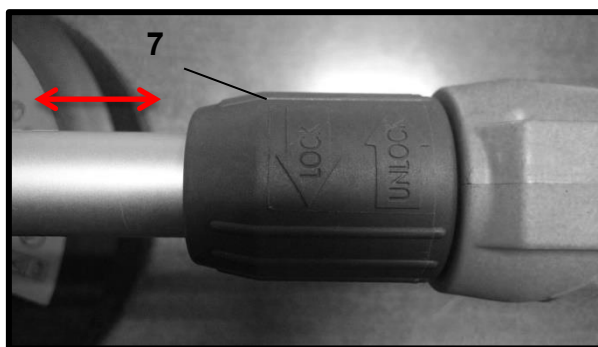

Рис.12
7.6. Регулировка длины штанги (Рис.12,12а).
Рис.12а